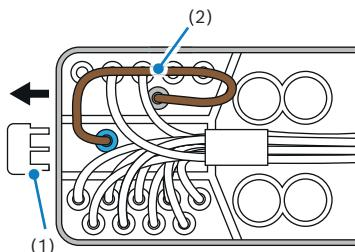

Abb. 1
6. Installieren Sie die Kabellücke in den Kabelbaumstecker XE2 (Abb. 1).
- den Schutz (1) in Pfeilrichtung abziehen
- eine Kabellücke mit braunem Kabel (2) in die Kammer einbauen, zwischen Anschluss von Kammer 52 mit grauer Dichtung und Kammer 53 mit blauer Dichtung